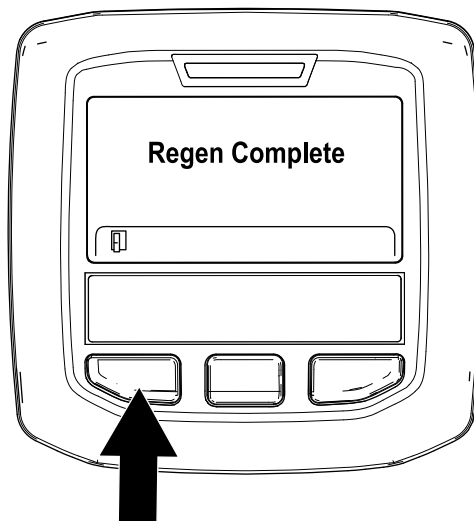

Figura 57
- A regeneração em estacionamento está concluída quando a mensagem “Regen Complete” (Regen. completa) surge no InfoCenter. Prima o botão esquerdo para sair para o ecrã inicial (Figura 57).